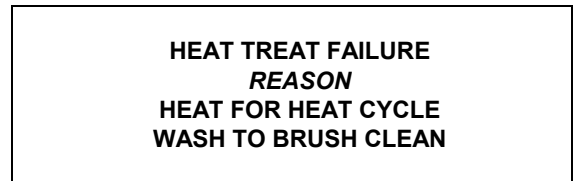

图 18
**软锁定：**如果热处理循环在过去 24 小时之内没有被初始化，将发生软锁定故障。软锁定将允许操作员排除软锁定的原因，操作员可开始另一个加热循环或用刷子清洗机器。当发生软锁定时，机器将进入待机模式，屏幕上显示下列信息，第二行指出生成软锁定的原因。（见图 18）